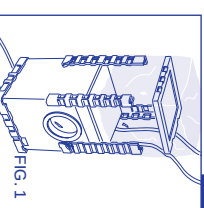

FIG. 1
- Placez votre lave linge à proximité du lieu d'installation et enlevez l'emballage (Fig. 1).